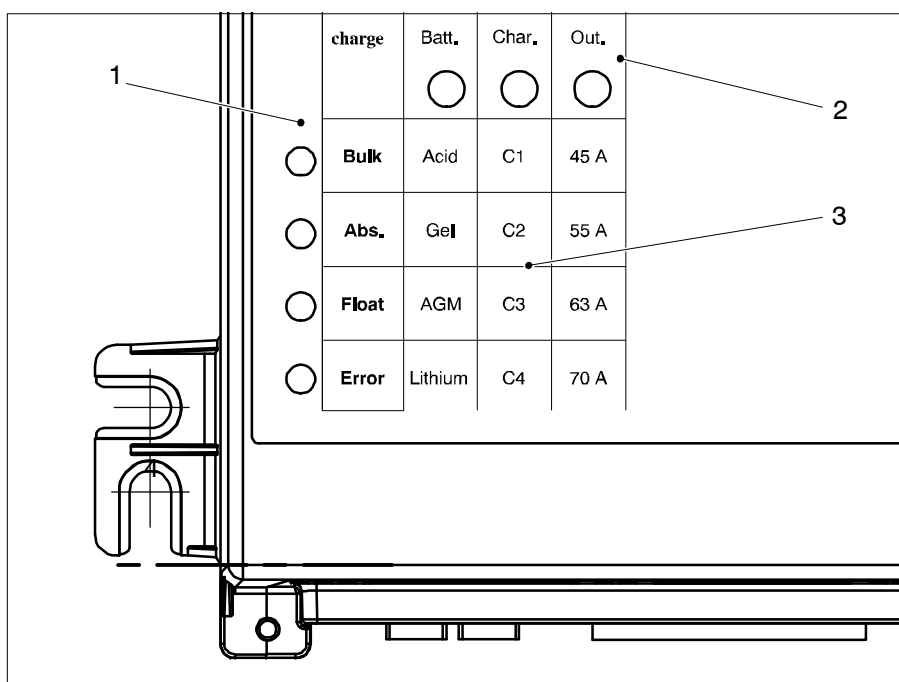

Bild 4 Bedien- und Anzeigefeld für Einstellungen und Anzeige
- Anzeige des momentanen Lade- und Gerätestatus (Bild 4, Pos. 1), Ladezyklus und Ladestrom
- Nach Abfrage Anzeige der aktuellen Einstellungen (Bild 4, Pos. 1) Batterietyp "Batt.-Type", Kennlinie zur Leistungsbegrenzung "Power Reduct." und maximal möglicher Ausgangsstrom "Max. Output"
- Änderung der Einstellungen (Bild 4, Pos. 2)
Die Anzeige der aktuell eingestellten Werte erfolgt über die 3 x 4 Matrix auf der Oberseite des Geräts (Bild 4, Pos. 3). Dabei wird in der LED-Spalte angegeben, welcher Wert aktuell eingestellt ist.
- “Battery-Type”** ► Taster “Batt”, Bild 4, Pos. 2, kurz drücken.
- “Power Reduction”** ► Taster “Char.” Bild 4, Pos. 2, kurz drücken.
- “Maximum Output”** ► Taster “Out.” Bild 4, Pos. 2, kurz drücken.
- ▶ Taster "Batt.", Bild 4, Pos. 2, kurz drücken.
- ▶ Innerhalb von 6 s den Taster "Batt.", Bild 4, Pos. 2, länger als 3 s drücken.
- Den Taster "Batt.", Bild 4, Pos. 2, so oft drücken, bis die LED, die den gewünschten Batterietyp (Acid, AGM, Gel oder Lithium) anzeigt, blinkt.
- Den Taster "Batt.", Bild 4, Pos. 2, länger als 3 s drücken.
- Taster "Char.", Bild 4, Pos. 2, kurz drücken.
- Innerhalb von 6 s den Taster "Char.", Bild 4, Pos. 2, länger als 3 s drücken.
- Den Taster "Char.", Bild 4, Pos. 2, so oft drücken, bis die LED, die die gewünschte Charakteristik (C1 ... C4) anzeigt, blinkt.
- ▶ Den Taster “Char.”, Bild 4, Pos. 2, länger als 3 s drücken.
- ▶ Taster “Out.”, Bild 4, Pos. 2, kurz drücken.
- ▶ Innerhalb von 6 s den Taster “Out.”, Bild 4, Pos. 2, länger als 3 s drücken.
- ▶ Den Taster “Out.”, Bild 4, Pos. 2, so oft drücken, bis die LED, die den gewünschten Maximalstrom (45 A, 55 A, 63 A oder 70 A) anzeigt, blinkt.
- ▶ Den Taster “Out.”, Bild 4, Pos. 2, länger als 3 s drücken.